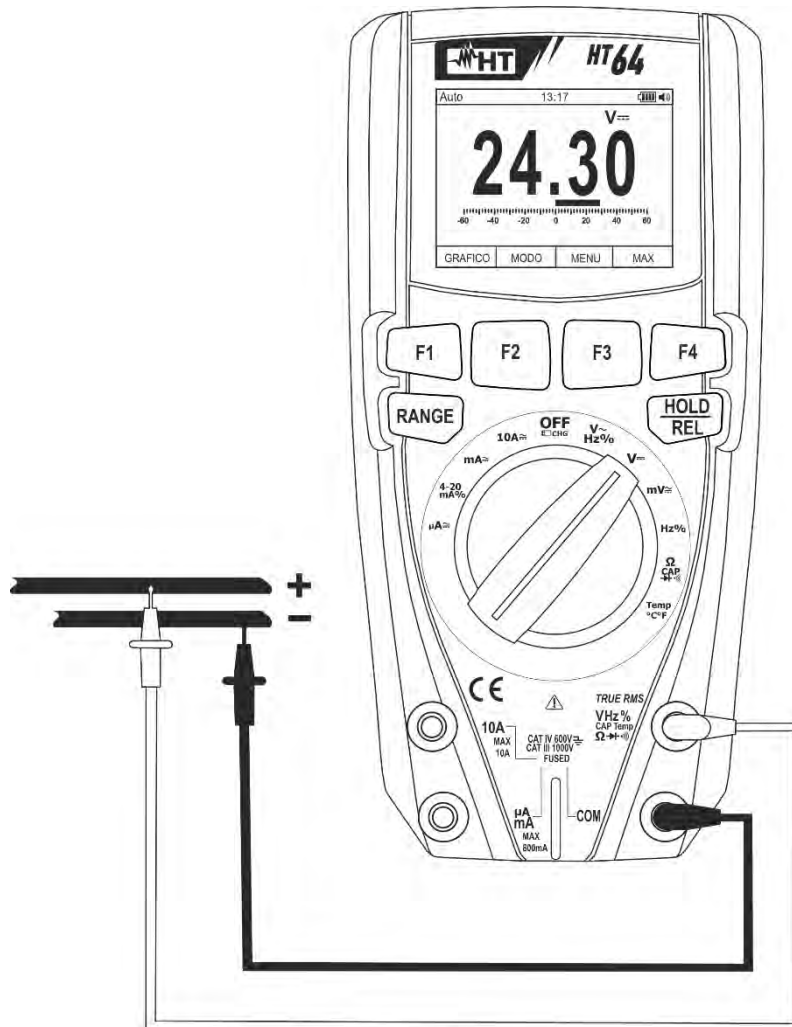

Abb. 22: Verwendung des Gerätes für Gleichspannungsmessung
3. Verbinden Sie die rote Messleitung und die schwarze Messleitung mit dem jeweils positiven und negativen Potenzial des zu messenden Kreises (siehe Fig. 22). Der Spannungswert erscheint auf dem Display.
5. Das Symbol "**-**" auf dem Display des Gerätes gibt an, dass die Spannung die umgekehrte Richtung mit Bezug auf den Anschluss in Fig. 22 hat.